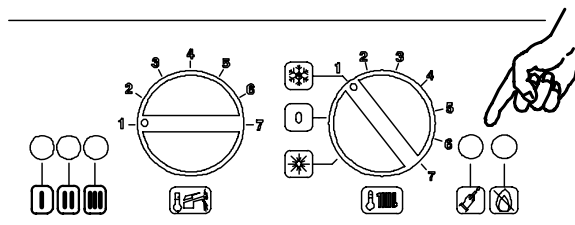

Fig. 7.3
- Keep the boiler reset push-button pressed, see Fig. 7.3 for about 10 secs., the blockage LED will start flashing.
- Держать нажатой кнопку перезапуска бойлера Fig. 7.3 в течение около 10 секунд, начнёт мигать индикаторная лампа блокирования.
- If this sequence is not displayed, press the reset push-button, see Fig. 7.3 as many times as required (4 times) for the correct displaying.
- To display the current set-up, keep the reset push-button shown on Fig. 7.3 pressed for about 5 seconds. Signal LEDs will flash as many times as the number shown near the gas type description.
- Если не отображаются в настоящем порядке, нажать кнопку перезапуска, указанную в Fig. 7.3 несколько раз (4 раза) до отображения
- Для отображения установленной настройки, держать нажатой кнопку перезапуска, указанную в Fig. 7.3 в течение около 5 секунд. Индикаторные лампы будут мигать такое количество раз, какое число приведено сбоку от описания вида газа.